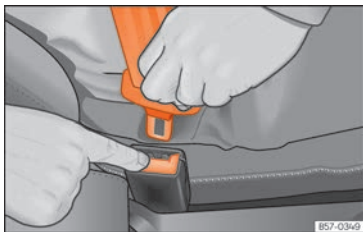

Abb. 25 Schloßzunge vom Gurtschloß lösen.
- Rote Taste im Gurtschloß drücken »» (Abb. 25). Die Schloßzunge springt heraus.